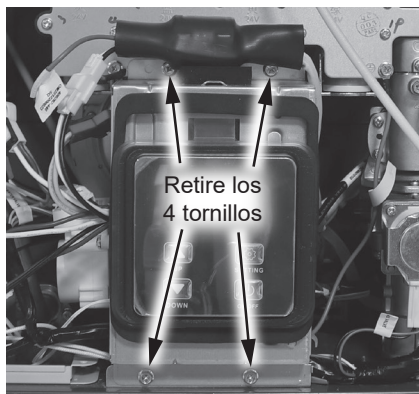

Figura 98 - Retiro de los tornillos del UIM y del soporte
- 14 Ubique el Módulo de interfaz de usuario (UIM) y el soporte. Retire los cuatro tornillos que fijan el soporte al calentador de agua. Deje los tornillos a un lado en un lugar seguro para volver a instalarlos. Consulte la Figura 98.